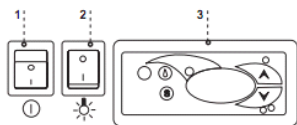

Рис.7 Пульт управления оборудованием
- Включить кнопку главного выключателя Рис.7/1 (стр.43), что вызовет подключение регулятора термостата, а затем агрегата оборудования
- На пульте термостата Рис.7/3 (стр.43) установить температуру (подробности обслуживания на стр.47 или 48)
- Включить кнопку освещения Рис.7/2 (стр.43)